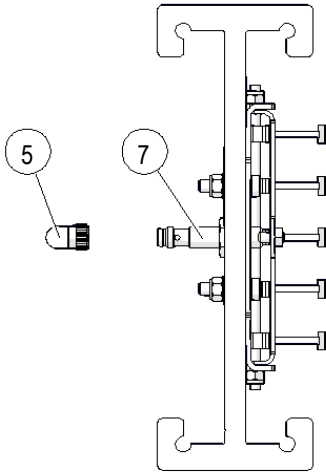

Abb. 10: Verbindungsleitung montieren
- Die Verbindungsleitung (Pos. 5) am induktiven Sensor (Pos. 7) anbringen (siehe Abb. 10). Die Dose der Verbindungsleitung kann in 15°-Schritten in die gewünschte Position gedreht werden.